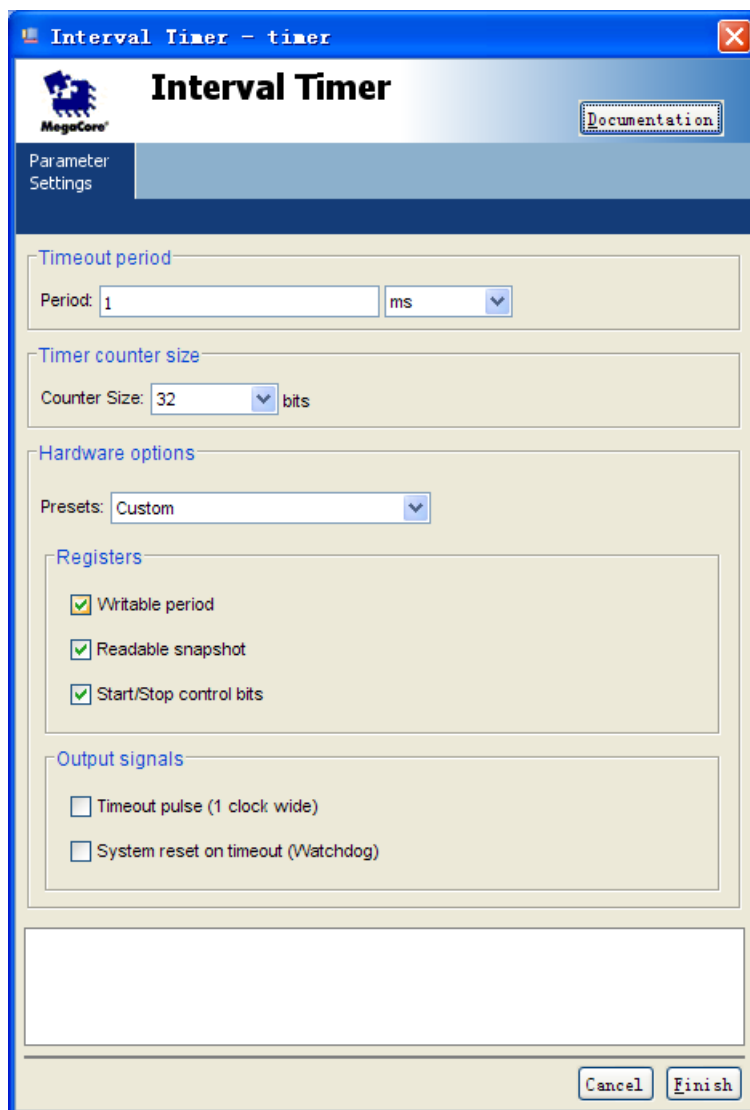

图 6-18 Interval Timer
26. 首先在 SOPC 系统中添加 Interval Timer, 配置保持默认, 如图 6-18。之后 generate。